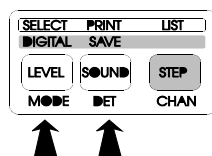

Рис. 31.- Вибір режиму друкування.
- 4.- Виберіть *режим друкування*. Для цього слід одночасно натиснути клавіші [7] **LEVEL** (SELECT) та [8] **SOUND** (PRINT), як показано на рис. 31. Верхній ряд команд над клавіатурою (SELECT, PRINT та LIST) відноситься до функцій, доступних в цьому режимі.
7.- Для виходу з режиму друкування слід одночасно натиснути клавіші [7] LEVEL (SELECT) та [8] SOUND (PRINT), як показано на рис. 31. На дисплеї з'явиться повідомлення **PRINT MODE OFF**.